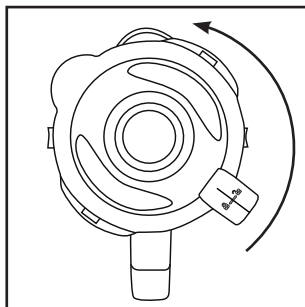
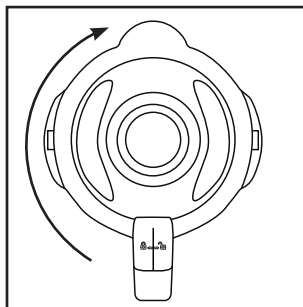

Bild 1
Bild 2
- 1) Vrid mixerbehållaren ③ motsols tills pilen ▼ under mixerbehållarens handtag hamnar ovanför läge . Lyft mixerbehållaren ③ rakt uppåt för att ta av den från motorblocket ⑥.
- 2) Ta av locket ② genom att vrida det motsols mot läge  (se bild 1) tills det lossnar och kan tas av.
- 3) Fyll mixerbehållaren ③.
- 4) Sätt sedan tillbaka locket ② med samma förskjutning på mixerbehållaren ③ och tryck fast det. Stäng locket ② genom att vrida det medsols till läge  tills det klickar fast (se bild 2). Kontrollera att mixerbehållarens ③ pip är stängd. Motorn startar bara om locket ② sluter helt tätt.